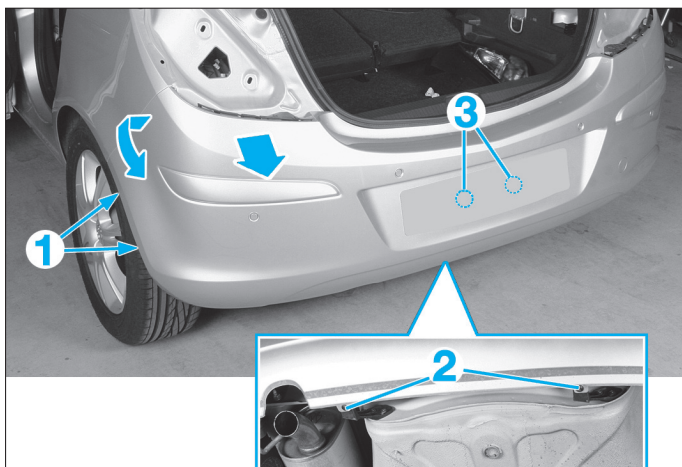

Fig. 50
- De chaque côté, déposer les vis (1) (Fig.50).